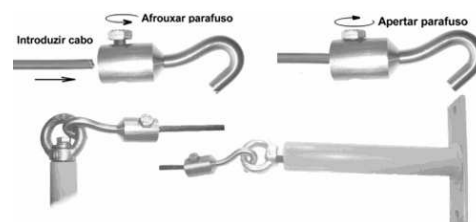

Fig. 3 – Ganchos e Tracionador
- 4.3 Para fixar as extremidades do cabo nos ganchos e nos esticadores, basta afrouxar o parafuso, introduzir o cabo pelo furo e apertar firmemente o parafuso (fig. 3).